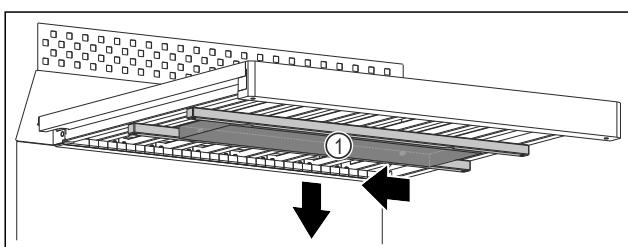

Fig. 105
- Сдвиньте водяной блок Fig. 105 (1) влево.
- Извлеките водяной блок Fig. 105 (1) по направлению вниз.